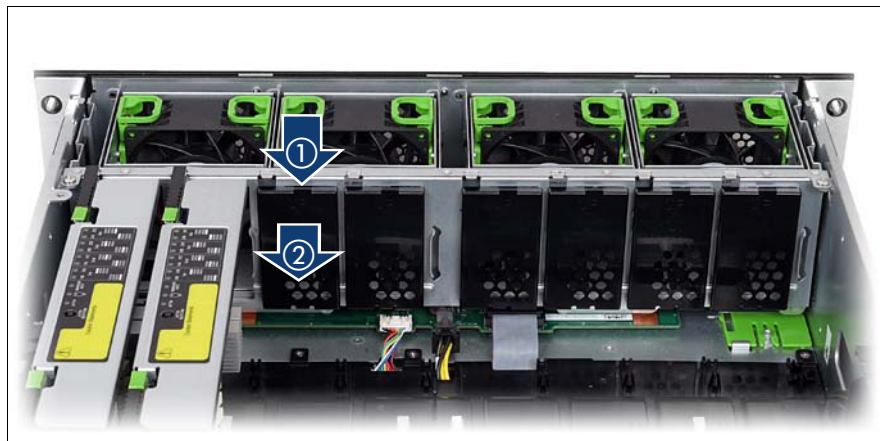

図 33: メモリボードを追加するためのメモリのエアバッフル取り外し
- ▶ 両方のガイドレールに合わせてメモリボードを各スロットに接続します。メモリボードを最後までスロットに挿入します (1)。
- ▶ メモリボードをスロットに慎重に押し込みます（110 ページ の図 33 を参照）。